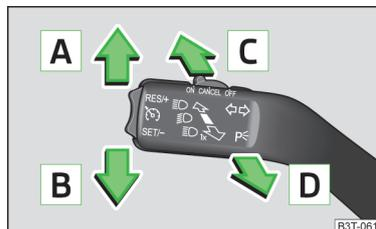

Fig. 35
Réglages de la manette de commande » fig. 35
- Amener la manette en position **A** ou **B** jusqu'en butée » fig. 35 à la page 47.